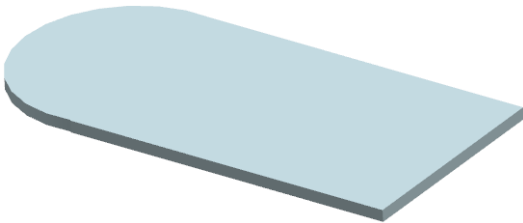

图 2-15 创建基座类型示意图
- (1) 基座：创建基础钣金壁。创建的基座类型示意图如图 2-15 所示。
- (2) 次要：在已有的钣金壁基础上添加突出块，使其壁厚与基础钣金壁相同。